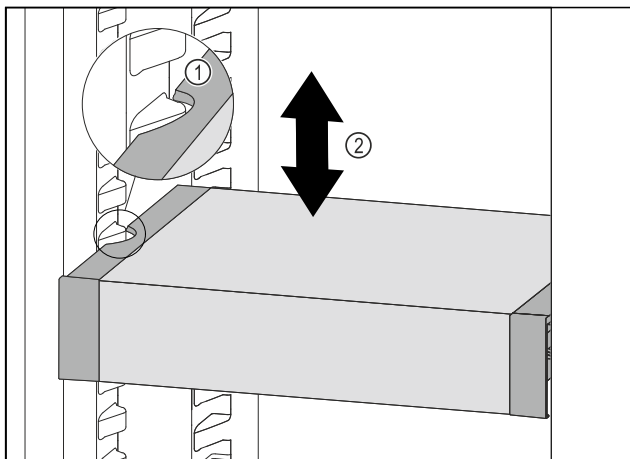

Fig. 77
- ▶ Predal VarioSafe povlecite v smeri naprej, dokler nista stranska izreza predala VarioSafe na višini nastavka za posodo v hladilniku. Fig. 77 (1)
- ▶ Predal VarioSafe premikajte v hladilniku gor ali dol, dokler ne dosežete zeleno višino. Fig. 77 (2)